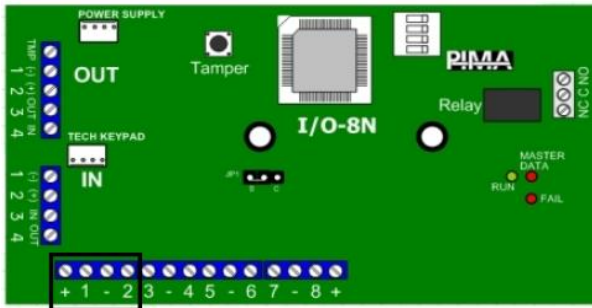

Рис. 7. Клеммы 1 и 2 зон
6. Для обеспечения охраны помещения, в котором установлен ретранслятор SAR-100, подключите необходимые детекторы (ПИК или магнитные контакты) к клеммам 1 и 2 зон контроллера ретранслятора (Рис. 7);